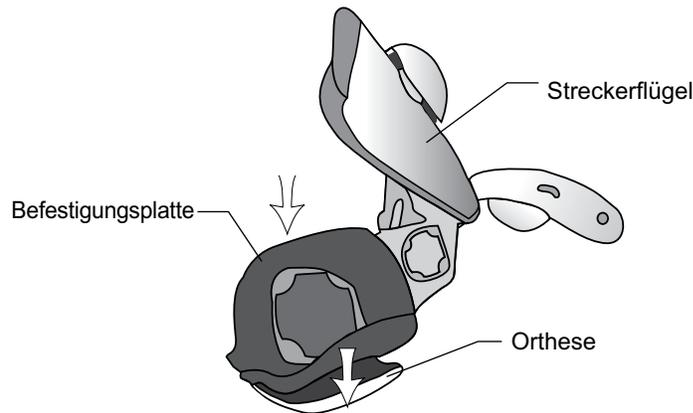

Abbildung 6-17: Platzierung der Beuger-Befestigungsplatte
2. Richten Sie die Beuger-Befestigungsplatte bei geöffnetem Flügelarm an der Beugerstütze der Orthese aus. Siehe Abbildung 6-17.